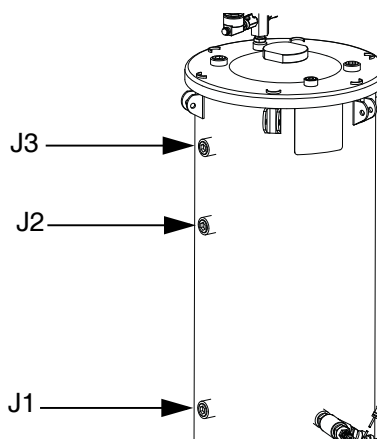

FIG. 8: Puertos del tanque
- Tienda el cable (J1, J2, J3) de cada sensor de nivel (H) a través de la correspondiente tuerca del pozo termométrico (CC). Vea la FIG. 8 para localizar los cables del tanque.